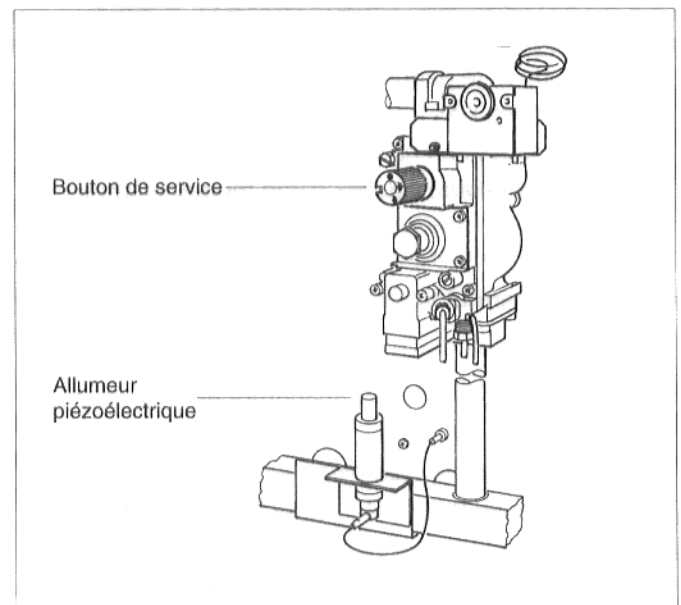

Fig. 6
- Appuyer sur le bouton de service du bloc gaz du brûleur et le maintenir enfoncé. En même temps, appuyer plusieurs fois sur l'allumeur piézoélectrique (fig. 6). L'étincelle ainsi provoquée allume la veilleuse. Relâcher le bouton de service après environ 1/2 minute et vérifier que la veilleuse est bien allumée.